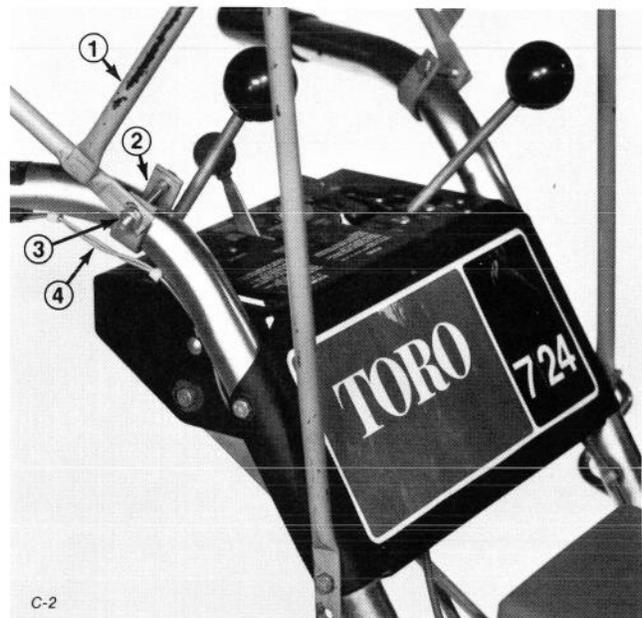

Figure 6
3. Fixez l'arrière de l'armature sur le guidon avec les étriers, boulons à tête ( $\frac{1}{4}$ -20 x 2.00") et écrous (figure 6).
**IMPORTANT :** pour que les leviers de verrouillage fonctionnent bien, il faut que les câbles passent à l'extérieur des étriers montés au guidon (figure 6).